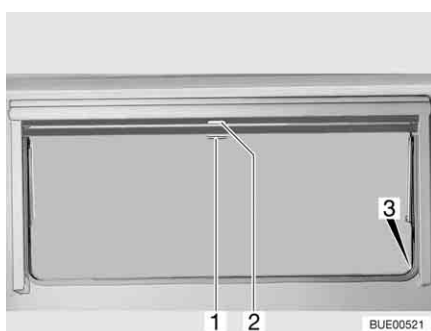

Fig. 25 Finestra apribile
- Tirare verso il basso l'oscurante a rullo accompagnandolo con la maniglia (Fig. 25,2). Quando si chiude completamente l'oscurante a rullo esso va agganciato da entrambi i lati al telaio della finestra nell'apposito elemento di fissaggio (Fig. 25,3).
- Quando l'oscurante a rullo è completamente chiuso: Spingere la maniglia (Fig. 25,2) verso il basso tirandola leggermente verso l'interno. Sganciare l'oscurante a rullo dagli elementi di fissaggio a destra e a sinistra del telaio della finestra.
- Quando l'oscurante a rullo si trova in posizione intermedia: Tirare la maniglia (Fig. 25,2) leggermente verso il basso finché l'elemento di fissaggio non si è sganciato.
- Tirare la maniglia (Fig. 25,1) della zanzariera a rullo verso il basso e agganciarla all'elemento di fissaggio (Fig. 25,3) su entrambi i lati del telaio della finestra.
- Spingere la maniglia (Fig. 25,1) verso il basso tirandola leggermente verso l'interno. Sganciare la zanzariera a rullo dagli elementi di fissaggio a destra e a sinistra del telaio della finestra.